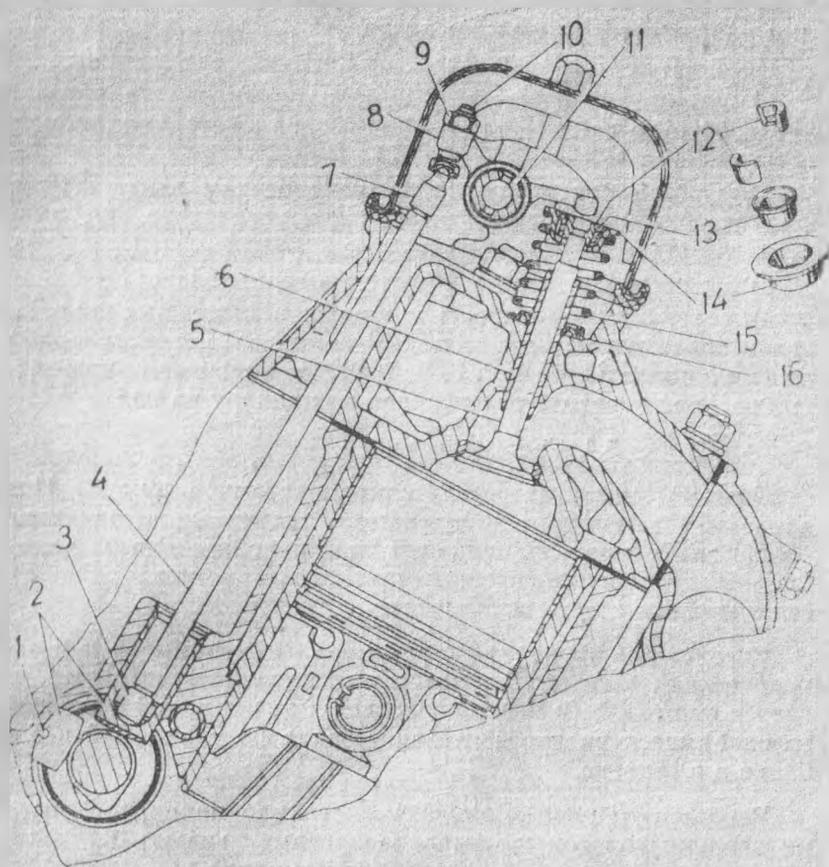

Рис. 7. Механизм привода клапанов
**Клапаны** приводятся от распределительного вала через толкатели, штанги и коромысла (рис. 7). Пружина клапана упирается в тарелку 14, которая связана с клапаном через упорную втулку 13 и сухари 12. Клапан при работе двигателя проворачивается, что уменьшает односторонний износ стержня и тарелки.